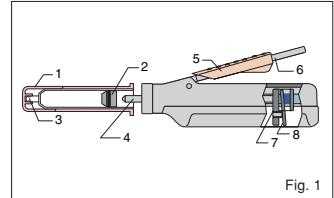

Fig. 1
7. Slide block 8. Release lever (Fig. 1)
7. Sperrhebel 8. Lösehebel (Fig. 1)